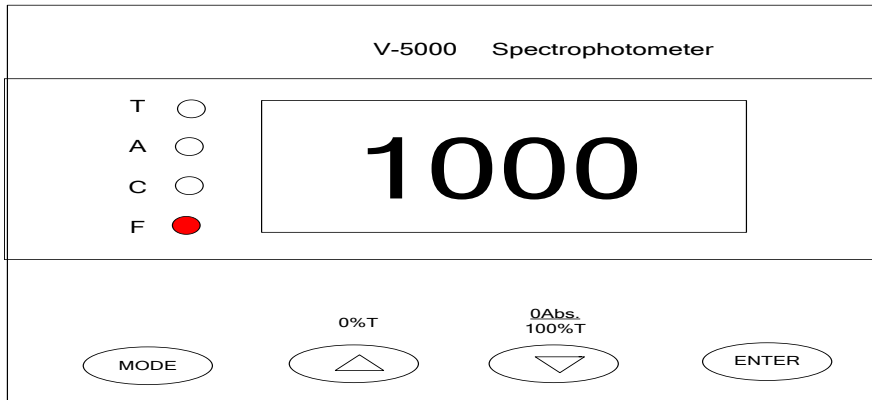
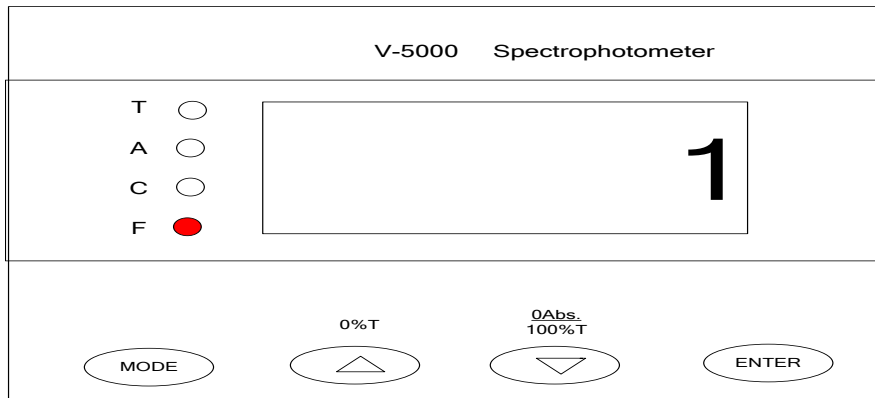

Fig.1-11
Fig.1-12
- b. Para ser usada como tecla descendente (somente para o modo F). Pressione esta tecla e o valor F diminuirá em 1 (Fig.1-11 & Fig.1-12). Pressionar e segurar esta tecla acelera a diminuição. O Valor Mínimo de F é 1.